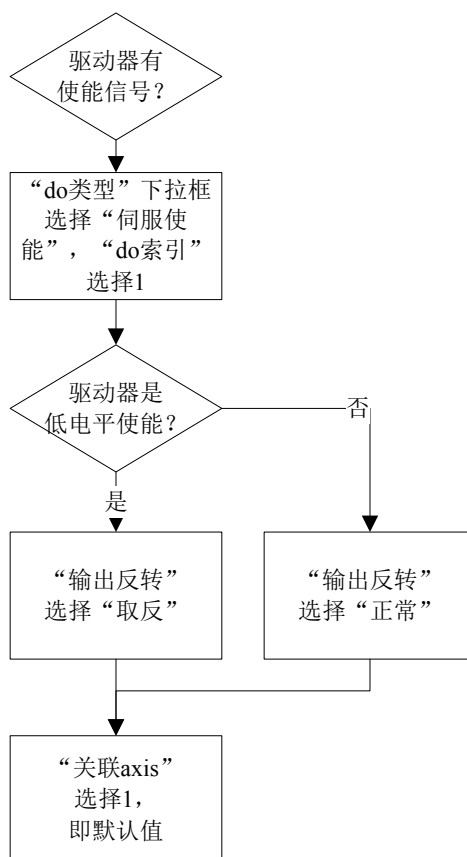

图 4-21 开环模式下 do 配置流程
- (4) 切换至“di”页。调用 `GT_GetDi` 指令读取某一个输入开关的值时，0 表示输入低电平，1 表示输入高电平，一般情况下按默认值配置即可。
(5) 切换至“do”页。开环模式下 do 配置流程如图 4-21 所示。